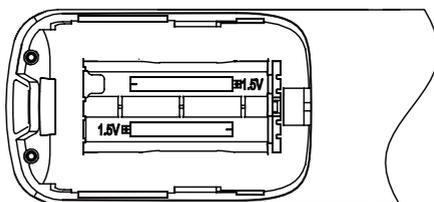

Рисунок 2.8
3. Извлеките старые батарейки. Установите две новые батарейки AAA, соблюдая указанную положительную и отрицательную полярность (см. Рис. 2.8). Закройте крышку батарейного отсека.